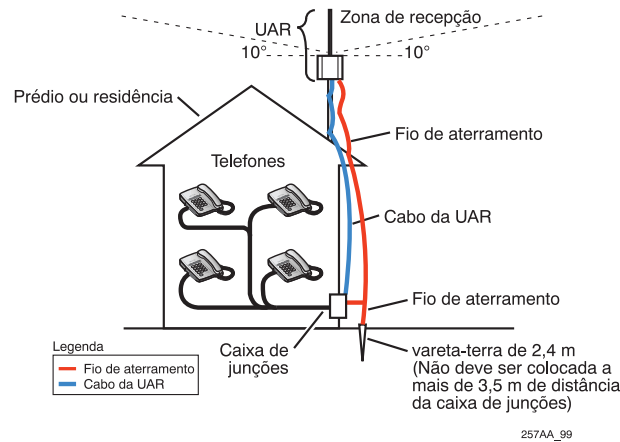
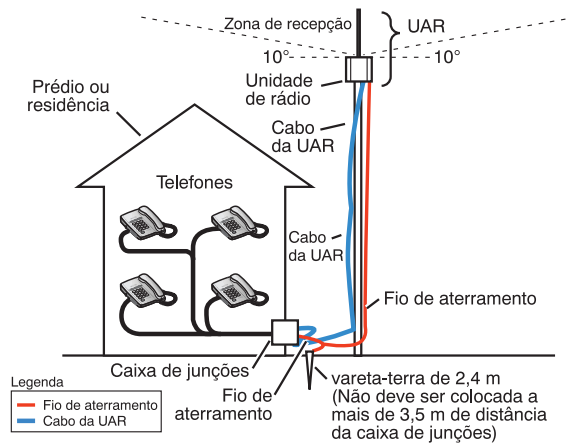
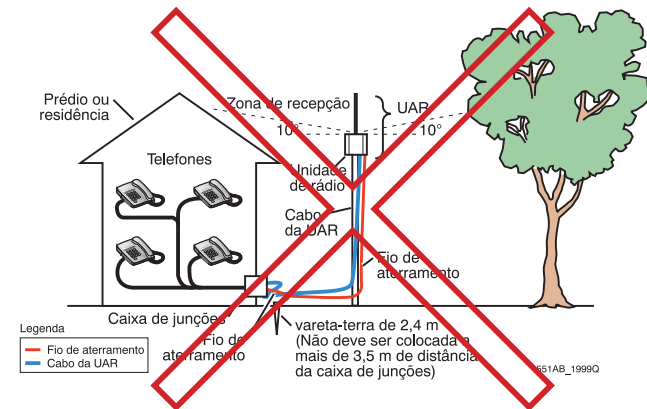

Figura 2. UAR montada em telhado
Figura 3. UAR em um cano
Figura 4. Posicionamento incorreto da UAR
- Duas configurações de montagem recomendadas são mostradas na Figura 2 e na Figura 3. Uma opção de montagem inadequada é mostrada na Figura 4. Observe que na figura a recepção é bloqueada pelo prédio e pela árvore.